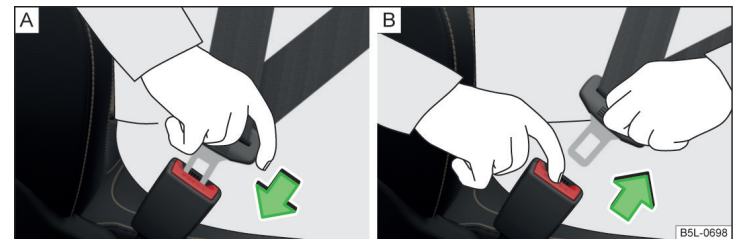

Abb. 6 Sicherheitsgurt anlegen / ablegen
- ▶ Die Schlosszunge in das zum Sitz gehörende Gurtschloss » Abb. 6 - [A] stecken, bis diese hörbar einrastet.
- ▶ Die Schlosszunge fassen und die rote Taste im Gurtschloss drücken » Abb. 6 - [B], die Schlosszunge springt heraus.